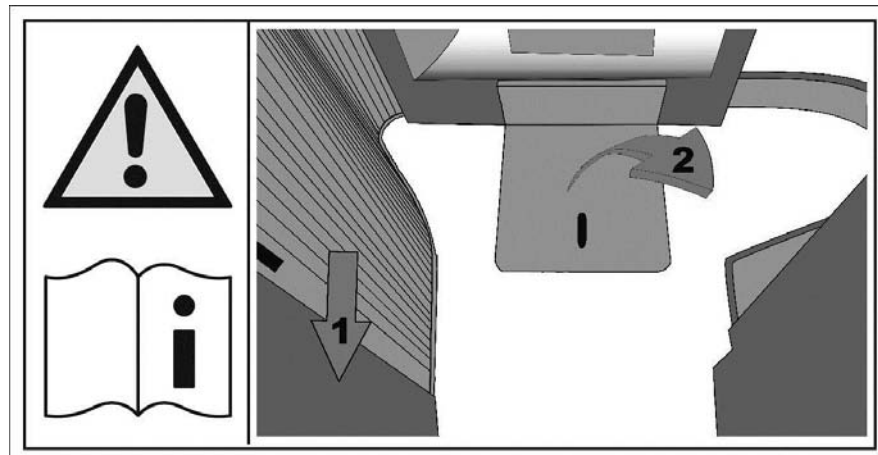

Fig. 134 Autocollants
- Sur l'implantation 5.0 : Uniquement retirer la trappe dans le plancher pour accéder aux réservoirs d'eau lorsque la porte coulissante à lamelles vers le cabinet de toilettes est complètement fermée (voir Fig. 134).